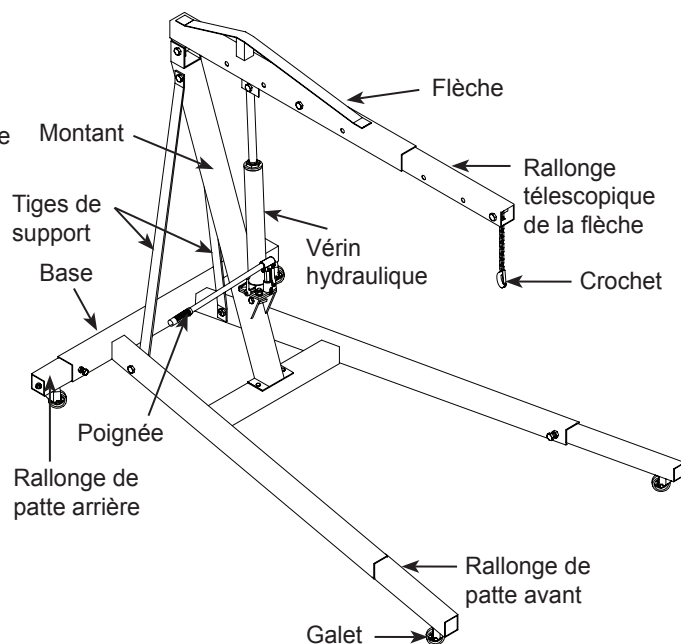

Figure 2 : Pièces du modèle 44020
1. Assurez-vous d'avoir toutes les pièces en votre possession (voir les figures 2 et 4). Si des pièces sont manquantes ou endommagées, contactez le service à la clientèle.
2. Fixez les roulettes pivotantes (15) aux rallonges de pieds arrière (24) à l'aide de boulons, de rondelles et d'écrous (27, 23 et 22).
3. Faites glisser les rallonges de pieds avant (14) et arrière (24) dans la base (11) et fixez-les à l'aide de boulons (13) dans la base. Serrez les boulons.